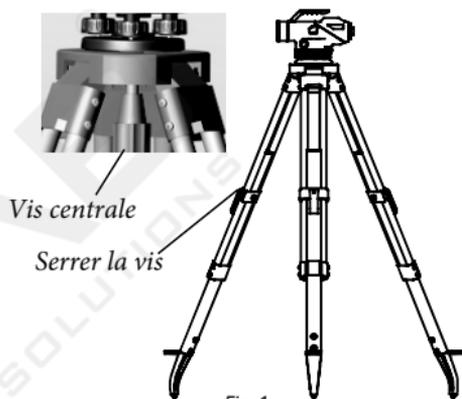

Fig. 1
- Régler l'instrument et serrer la vis de centrage. (Fig. 1)